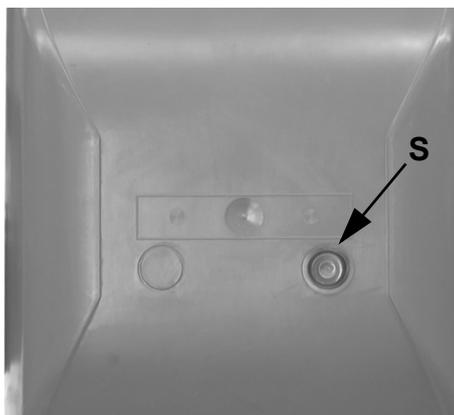

Fig. 37
- S'assurer que le boîtier de commande n'est pas en état d'arrêt et, si c'est le cas, le débloquer à l'aide du bouton de déblocage S situé sur le couvercle du brûleur (voir Fig. 37).
- S'assurer que le boîtier de commande n'est pas en état d'arrêt et, si c'est le cas, le débloquer à l'aide du bouton de déblocage S situé sur le couvercle du brûleur (voir Fig. 37)
- S Bouton-poussoir de réinitialisation Fig. 37